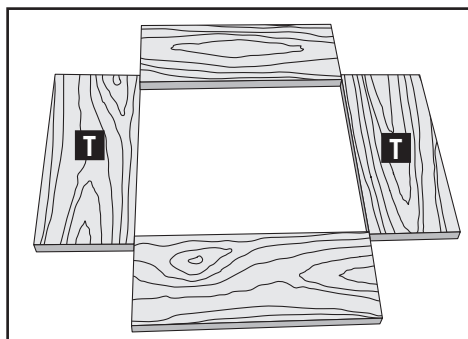

Fig. 19
ÉTAPE 3 : Étiquetez les hayons (côtés du tiroir) avec un « T » (Fig. 19).